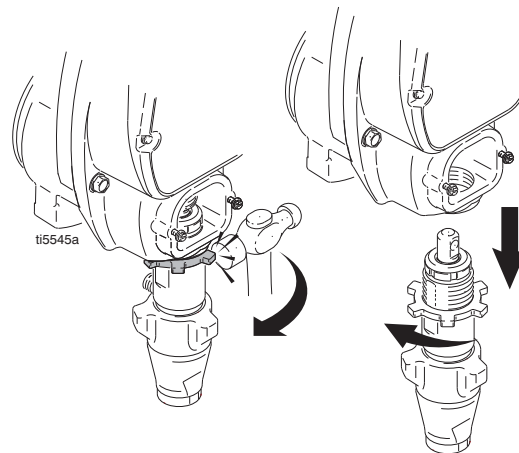

FIG. 17
6. FIG. 17. Løsn kontramøtrikken ved at banke hårdt med en hammer. Skru pumpen af.